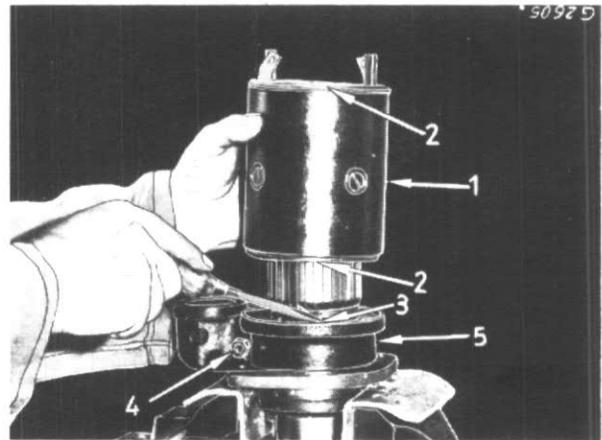

Figure 14
Après avoir retiré le support d'extrémité côté collecteur, enlevez l'armature (1) fig. 14. Enlevez la vis d'articulation du levier d'enclenchement (4).